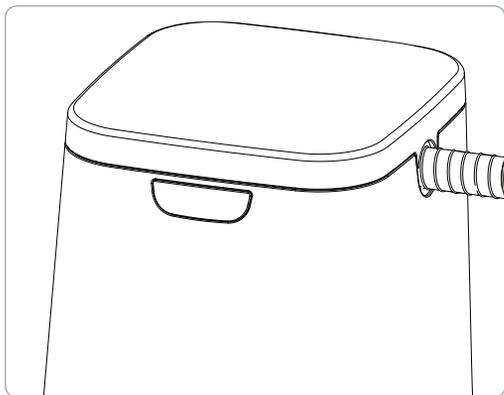

Figure 8. Couvercle fermé avec masque de l'appareil de PPC à l'intérieur
5. Fermer le couvercle, le tuyau de PPC étant placé dans l'entrée ouverte (figure 8). L'appareil SoClean se mettra désormais en marche automatiquement selon l'heure et la durée réglées.